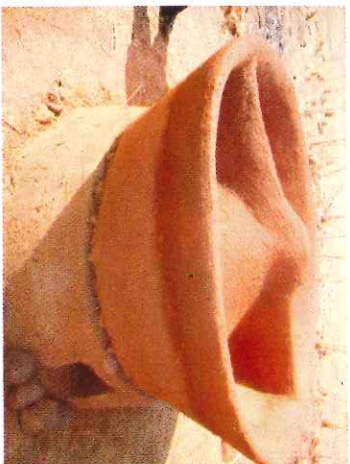

Figure 15. Photo montrant le démarrage du compartimentage du grenier en construction
- **Construire les compartiments internes du grenier** : Il consiste à séparer l'intérieur du grenier en 2 ou 3 compartiments (Figure 15). Ce compartimentage est réalisé au fur et à mesure que l'on construit le corps du grenier.